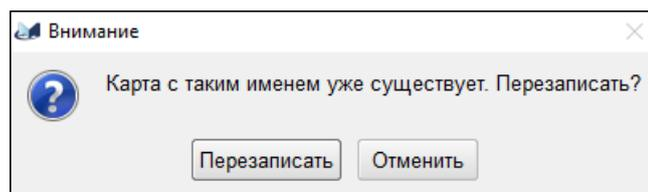

Рис. 29
- новое имя карты совпадает с именем доступной, но неактивной карты. В этом случае оператору будет предложено либо перезаписать существующую карту, либо отказаться от переименования (рис. 29);